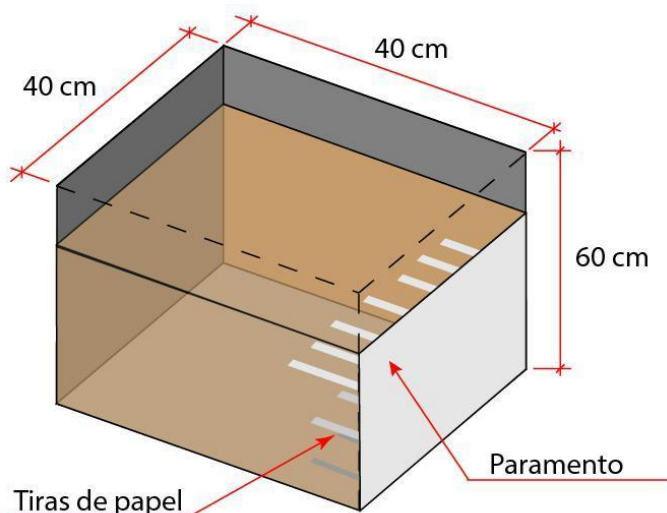

Figura 1 - Desenho esquemático das dimensões do modelo. Abas laterais do paramento e faces da caixa não representadas.
- Uma caixa, na qual a estrutura deverá ser montada. A caixa tem dimensões de 40x40x60cm (Figura 1), sendo constituída por:
Para simular a técnica de Terra Armada, serão utilizadas tiras de papel coladas a um paramento (vide Figura 1);